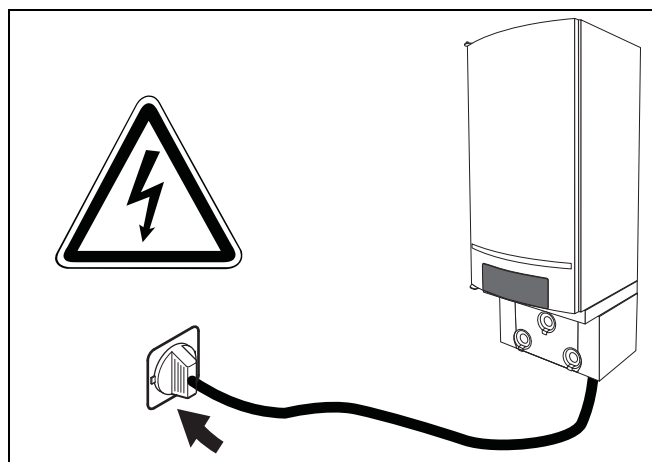

Рис. 43 Установка сетевого штекера
- Штекер сетевого кабеля вставить в розетку с защитным контактом (230 В переменного тока/50 Гц) (рис. 43).